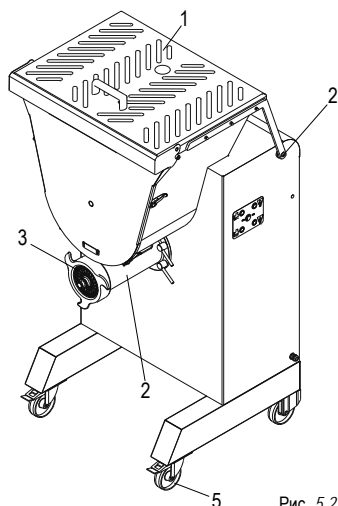

Рис. 5.2.1
1. Защитная решетка рабочего органа (Рис. 5.2.1)
2. Микропрерыватель (Рис. 5.2.1)